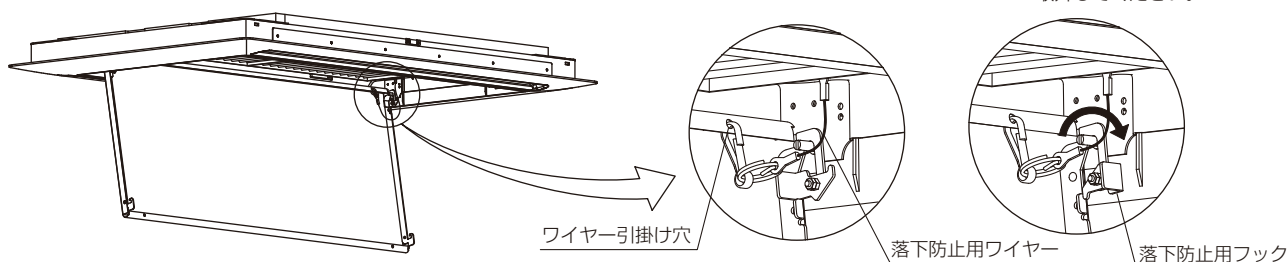

図19
※落下防止用フックが図19のようになっていることを確認ください。
- ② 図19のように落下防止用ワイヤー(2ヶ所)をサービスパネルの穴に引掛ける。
- ③ サービスパネルを矢印方向に閉じる。
- ④ サービスパネルを矢印方向にスライドさせてフック側をピンに引掛ける。